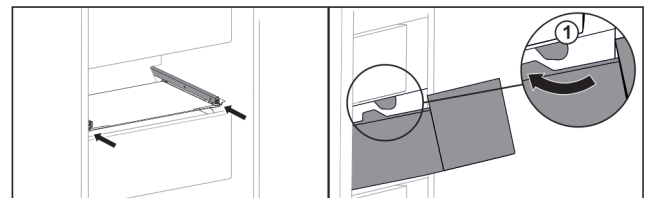

Fig. 147
- ▶ Schubfach um die Stopper Fig. 147 (1) herumführen.